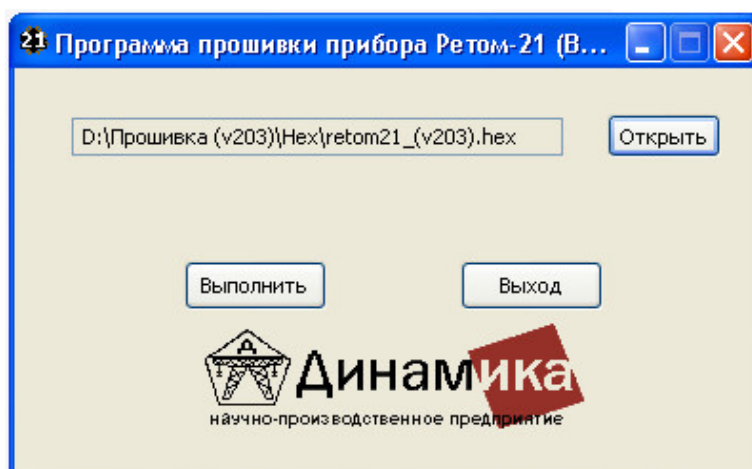

Рисунок 3.2
3) Запустить файл *Flash21 1.4.exe* (в папке Soft, см. архив-файл). На экране компьютера появится окно программы Flash 21 Utility (рисунок 3.2).